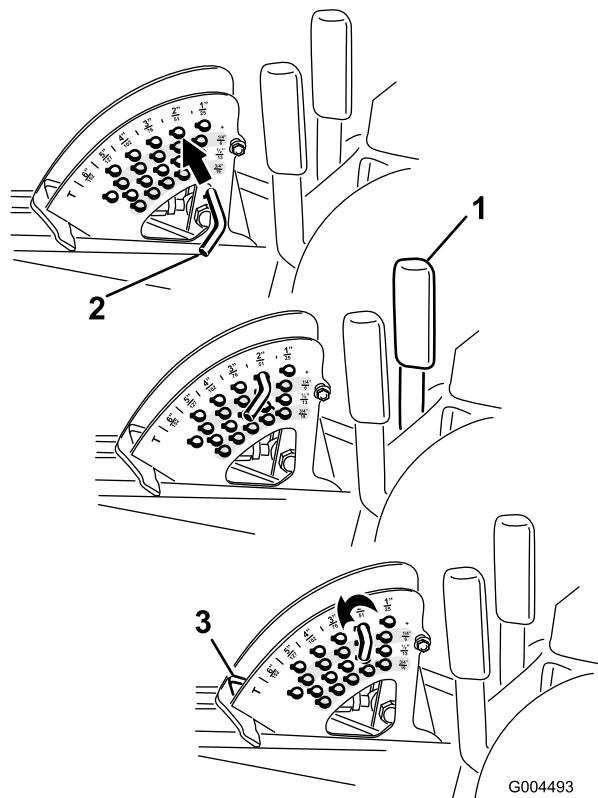

Figura 24
Nota: Per bloccare il piatto di taglio in posizione sollevata, sollevatelo oltre la posizione di 15 cm, togliete la spina di fermo dell'altezza di taglio (vedere Regolazione dell'altezza di taglio) e inseritela nella posizione dell'altezza di taglio di 15 cm (Figura 24).
1. A motore acceso, tirate indietro la leva di sollevamento del piatto di taglio fino a sollevarlo completamente, e **rilasciate immediatamente la leva** (Figura 24).
2. Per regolare, girate la spina di arresto fin quando la spina interna non è allineata con gli intagli previsti nei fori della staffa dell'altezza di taglio, e toglietela (Figura 24).
3. Nella staffa dell'altezza di taglio scegliete un foro corrispondente all'altezza di taglio richiesta, inserite la spina e bloccatela per mantenere questa posizione (Figura 24).
Nota: Vi sono quattro file di fori di posizionamento (Figura 24). La fila superiore fornisce l'altezza di taglio elencata sopra la spina. La seconda fila fornisce l'altezza elencata più 6 mm. La terza fila fornisce l'altezza elencata più 12 mm. La fila inferiore fornisce l'altezza elencata più 18 mm. La posizione di 15,8 cm ha un solo foro, situato nella seconda fila, che non aggiunge 6 mm alla posizione di 15,8 cm.